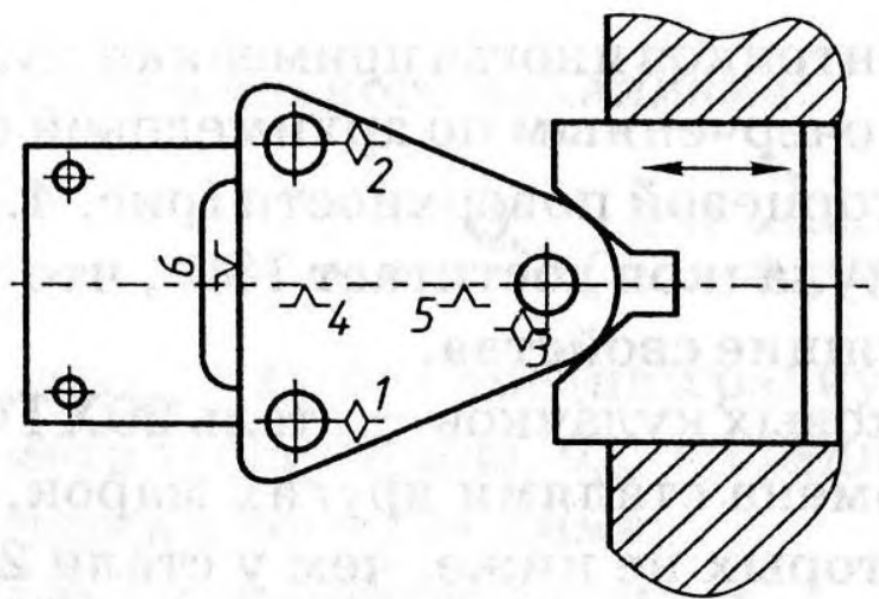

Рис. 12
1. Дайте характеристику схемы базирования заготовки установочно-зажимном приспособлении по рис. 12.